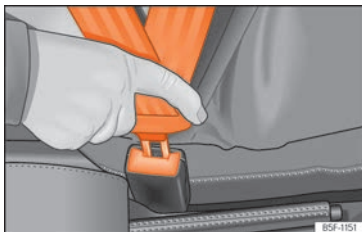

Fig. 10 Insérer la languette de la ceinture de sécurité dans son boîtier de verrouillage.
- Le pêne doit être encastré dans le boîtier de verrouillage du siège auquel il est destiné » **fig. 10**.